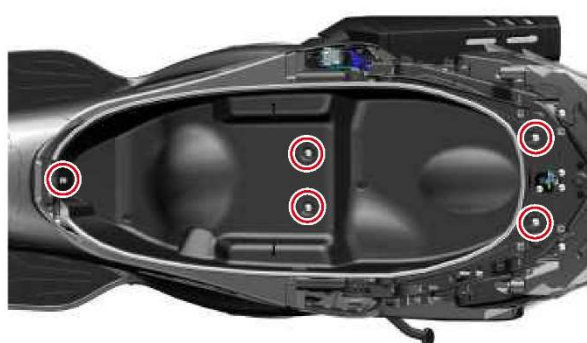

Figura 2
3. Use una llave Torx T25 para retirar los 6 tornillos de fijación mostrados con círculos rojos en la Figura 2. Levante ligeramente la parte trasera del compartimento de carga y desconecte el conector de la luz de